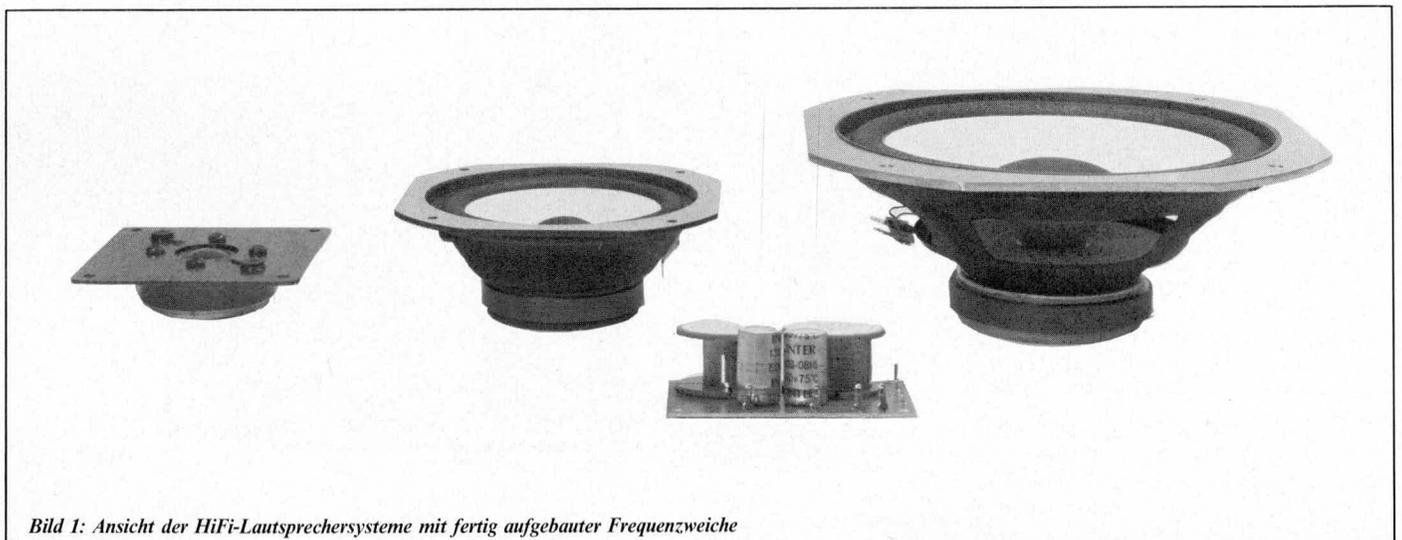

Bild 1: Ansicht der HiFi-Lautsprechersysteme mit fertig aufgebaute Frequenzweiche
4. Durch die Frontmontage der Lautspre- cher-Systeme sowie durch das vorgefer- tigte Holzgehäuse wird ein optimal ein- facher und sehr schneller Aufbau er- möglicht. Mit wenigen Handgriffen ent- steht „ein Paar“ an einem Nachmittag. (Die Systeme und die fertig aufgebaute Weiche sind im Bild 1 zu sehen.)